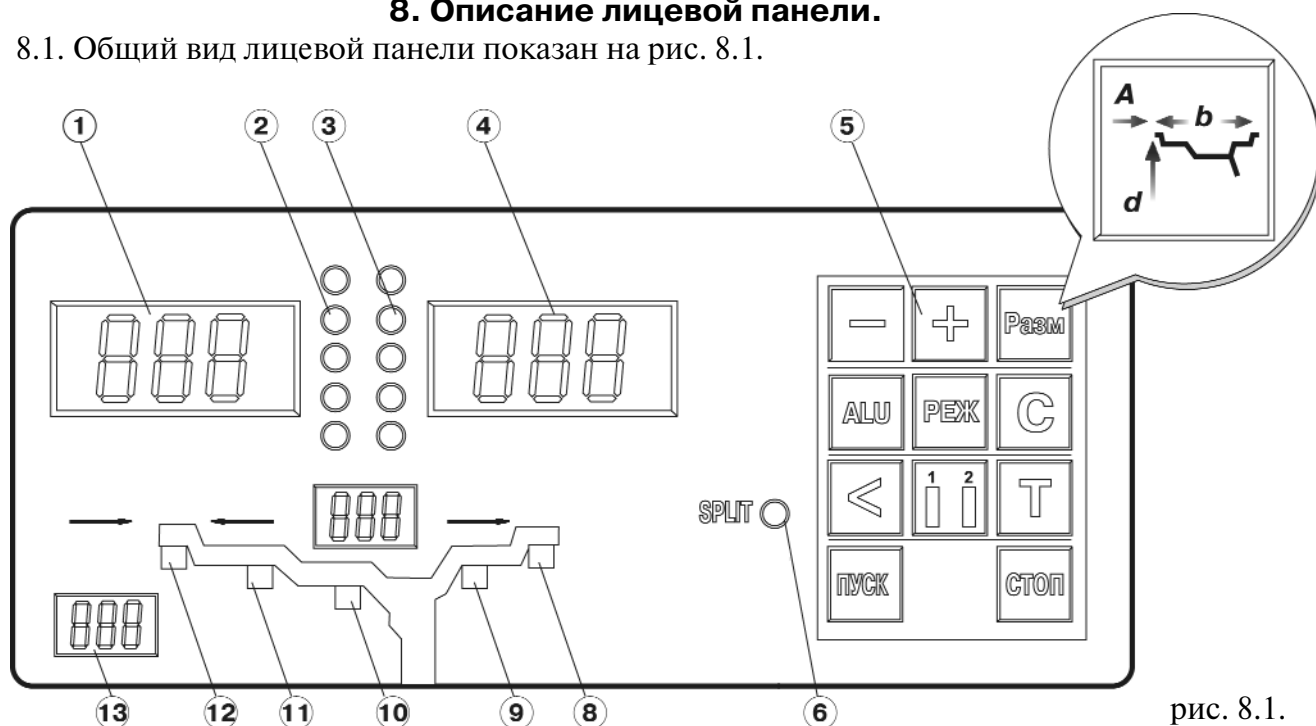

рис. 8.1.
8.1. Общий вид лицевой панели показан на рис. 8.1.
При включении питания МБ автоматически устанавливаются исходные параметры « d » и « b », записанные в памяти компьютера МБ, которые отображаются на индикаторах 13 и 14 (рис.8.1.) соответственно.
При выдвигании штанги на индикаторах 1 (рис. 8.1) отображается символ « A », а на индикаторах 4 значение параметра « A ». Значение параметра « d » отображается на индикаторах 13. После возвращения штанги в исходное состояние на индикаторах 1 и 4 некоторое время сохраняется значение параметра A , затем показания на них возвращаются к отображению текущих значений масс корректирующих грузов. На индикаторах 13 сохраняется вновь установленное значение параметра « d ».
Ширина обода отображается на индикаторах 14 (рис.8.1). Если считанная с обода или измеренная ширина отличается от показаний на индикаторах 14, то кнопками «-» и «+» установить на индикаторах 14 требуемое значение ширины.
Дважды нажать кнопку «A, d, b», после чего на индикаторах 1 (рис.8.1) загорается символ «A», а на индикаторах 4 исходная величина дистанции. Нажимая кнопки «-» и «+» установить на индикаторах 4 требуемую величину дистанции. Через 2-3 сек после установки дистанции показания на индикаторах 1 и 4 возвращаются к отображению текущего дебаланса, а кнопки «-» и «+» возвращаются в режим ввода ширины обода.
11.2. Переключение схем ALU1-ALU5 осуществляется последовательным нажатием кнопки «ALU» при этом схема установки грузов отображается загоранием соответствующих светодиодов 8-12 (рис.8.1), кроме того, на индикаторах 1 отображаются символы ALU, а на индикаторах 4 номер 1-5. Через 2-3 сек. после установки требуемой программы ALU индикаторы 1-4 переходят в режим отображения дебаланса.
12.1. При включении тумблера питания МБ на индикаторах 1 (рис. 8.1) высвечивается трехзначное число – номер версии программного обеспечения. Через 2-3 сек на индикаторах 1 и 4 должны загореться нули, на индикаторах 13 – исходное значение диаметра обода, на индикаторах 14 – исходное значение ширины обода, кроме того должны загореться светодиоды 8 и 12, что свидетельствует о включении режима стандартной балансировки с установкой на обеих плоскостях коррекции грузиков на пружинках. На линейках 2 и 3 (рис. 8.1) должны загореться центральные светодиоды.
12.2. При включении МБ программа измерения дебаланса настраивается таким образом, что дебаланс менее 8 г (заводская установка) на любой плоскости коррекции не показывается, в этом случае на индикаторах 1 и 4 (рис. 8.1) высвечиваются «0». Минимальный дебаланс отображающийся на индикаторах 1 и 4 равен 8г. Дебаланс, превышающий 8г, округляется до величины кратной 5, т. е. дебаланс 9, 10, 11 и 12 г отображается цифрой 10, дебаланс 13, 14, 15, 16 и 17 г – цифрой 15 и т. д. Для просмотра неокругленного значения дебаланса или дебаланса менее 8г. необходимо нажать кнопку «<», при этом на индикаторах 1 и 4 на 2-3 сек высвечиваются фактические значения дебаланса, определенные в данном запуске.
12.3. Исходные значения диаметра и ширины обода, отображаемые на индикаторах 13 и 14 (рис. 8.1) после включения МБ, а также значение минимального дебаланса, который показывается на индикаторах 1 и 4, по желанию потребителя могут быть изменены. Процедура их изменения описана ниже в разделе 16 «Установка рабочих параметров».
12.5.1. Поднимите защитный кожух. Вручную поворачивайте колесо, при этом свечение светодиодов на линейках 2 и 3 (рис. 8.1.) будет перемещаться, и в какой-то момент на одной из линеек загорятся все светодиоды и цвет их свечения сменится на зеленый.
12.5.4. Для проверки результатов балансировки снова запустите МБ. Если колесо отбалансировано правильно, на индикаторах 1 и 4 (рис.8.1.) отображаются «0».
Если после поворота колеса так, чтобы на линейке 2 или 3 (рис.8.1) все светодиоды загорелись зеленым цветом, первоначально установленный груз находится в зоне А, вместо него следует поставить более тяжелый груз. Если в зоне Б, вместо него следует установить более легкий груз. Если груз находится в одной из зон В, его следует сместить в направлении, указанном стрелками.